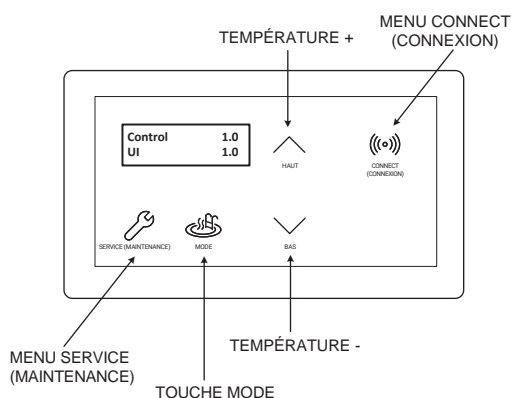

Figure 8. Afficheur de la thermopompe
L'afficheur se trouve sur le panneau avant de la thermopompe, protégé par une trappe. Il est possible de sélectionner tous les modes de fonctionnement et paramètres de la thermopompe à l'aide des cinq (5) touches situées sous l'afficheur. Ces touches sont présentées en Figure 8.